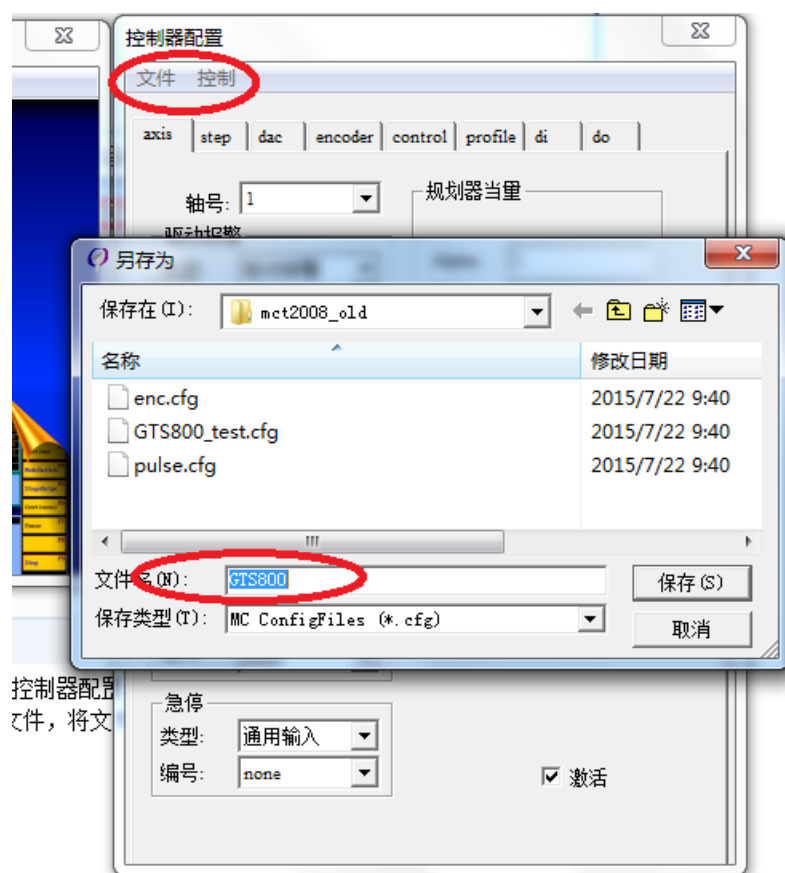

图 16
6、然后点击控制→写入控制器，然后点击文件→写入到文件，将文件名改成 GTS800，保存到桌面，如图 16